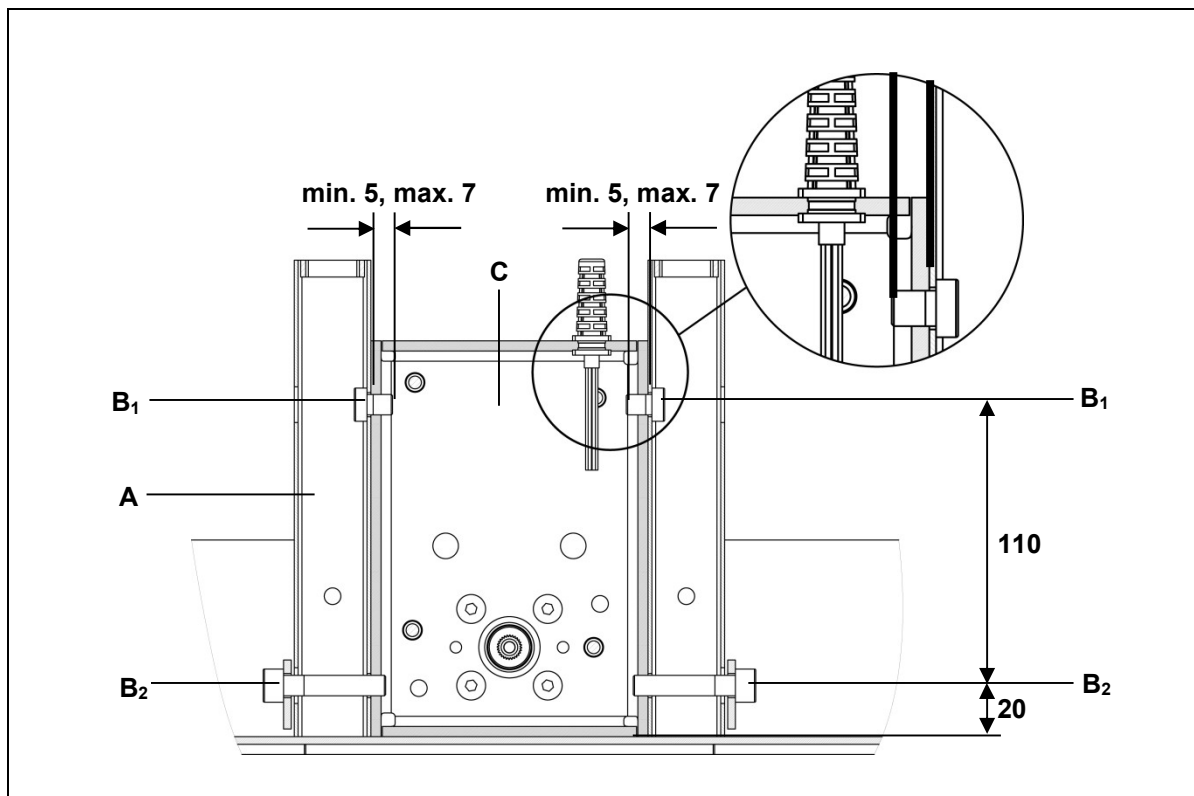
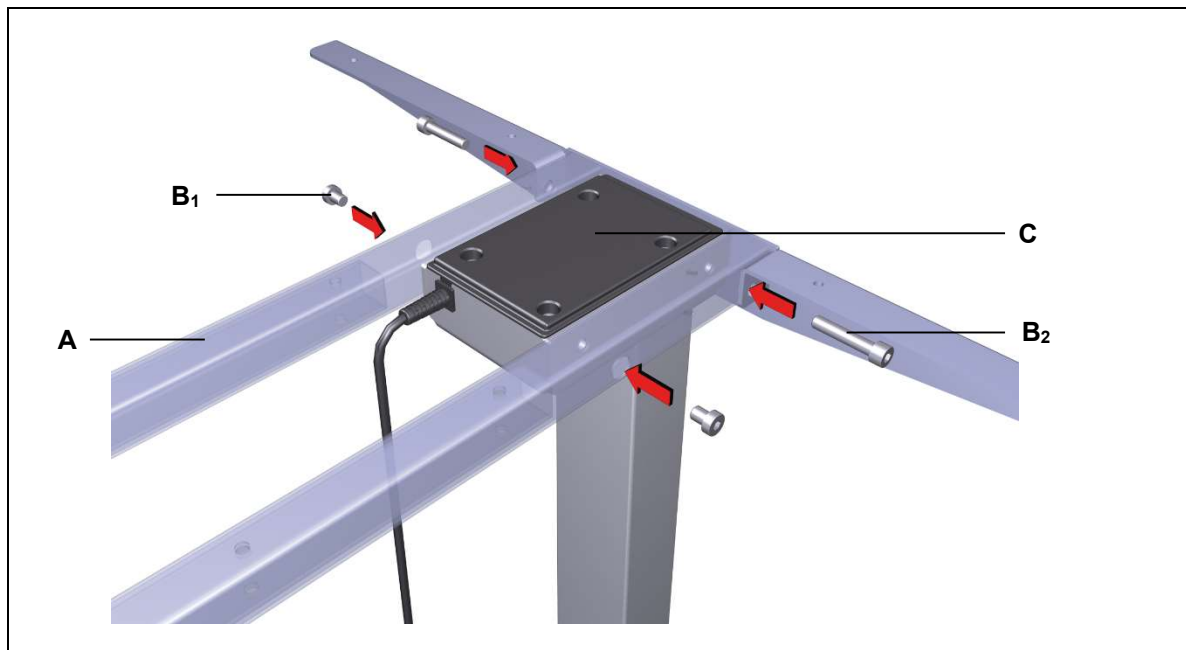

Abbildung 14 Beispiel: Montage Tischrahmen (Angaben in mm)
Abbildung 15 Beispiel: Montage Tischrahmen
- Verwenden Sie Schrauben M8 (Festigkeitsklasse 8.8), wie in Abbildung 14 gezeigt. Das Anzugsdrehmoment darf maximal 20 Nm betragen.
- 1 Legen Sie den Tischrahmen mit den Bohrungen über die Hubsäule und schrauben Sie den Tischrahmen mit vier Schrauben an das Motorgehäuse der Hubsäule, wie in Abbildung 15 gezeigt (maximales Anzugsdrehmoment 20 Nm). Die Montagemaße entnehmen Sie Abbildung 14.